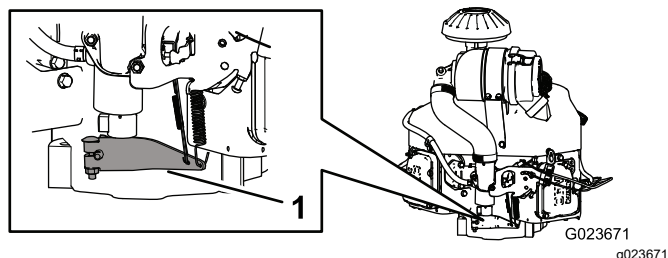

Figure 70
3. Poussez le côté ressort du bras du régulateur vers le bas (Figure 70).